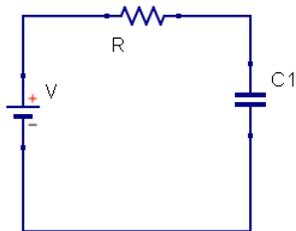

Figura 6.1: Diagrama de un circuito RC
- * Armar el circuito que se muestra en la figura 6.1, observar que el capacitor posee una polaridad, la banda negra con un signo menos (-) indica el lado negativo del mismo, asegurarse de conectarlo correctamente ya que de lo contrario este podría explotar.